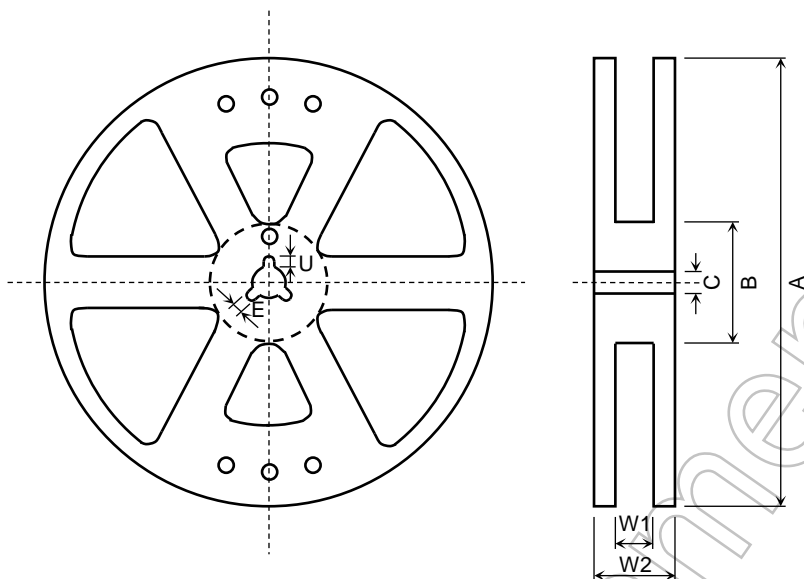

図 3 リール形状
- (1) 材 質: プラスチック
- (2) 寸 法: 図 3 および表 4 に示します。